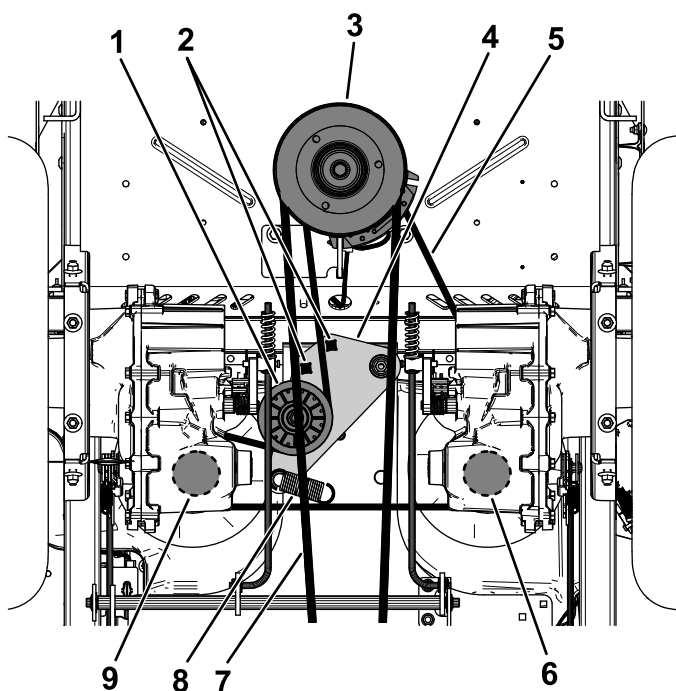

Figure 86
5. Insérez un rochet de ½ pouce ou une poignée articulée dans les trous carrés du bras de la poulie de tension pour détendre le ressort de la poulie de tension (Figure 86).
6. Retirez la courroie existante de la poulie de tension, des 2 poulies d'entraînement de pompe hydraulique et de la poulie du moteur (Figure 86).
7. Chaussez la courroie neuve sur la poulie de tension, la poulie du moteur et les 2 poulies de la pompe hydraulique (Figure 86).